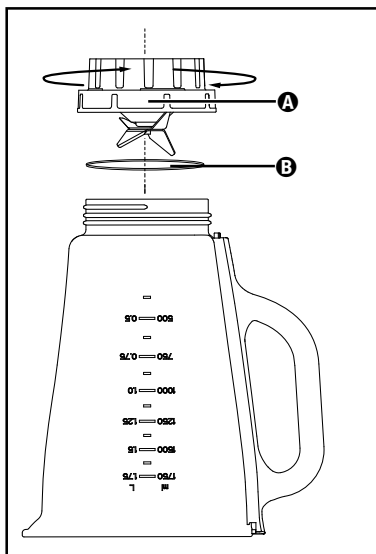

Fig. 3
- 2) Așezați aparatul cu capul în jos și rotiți componenta A cu cuțitele ④ în sens antiorar, astfel încât să se poată desprinde de recipientul de amestecare ③ (a se vedea fig. 3).